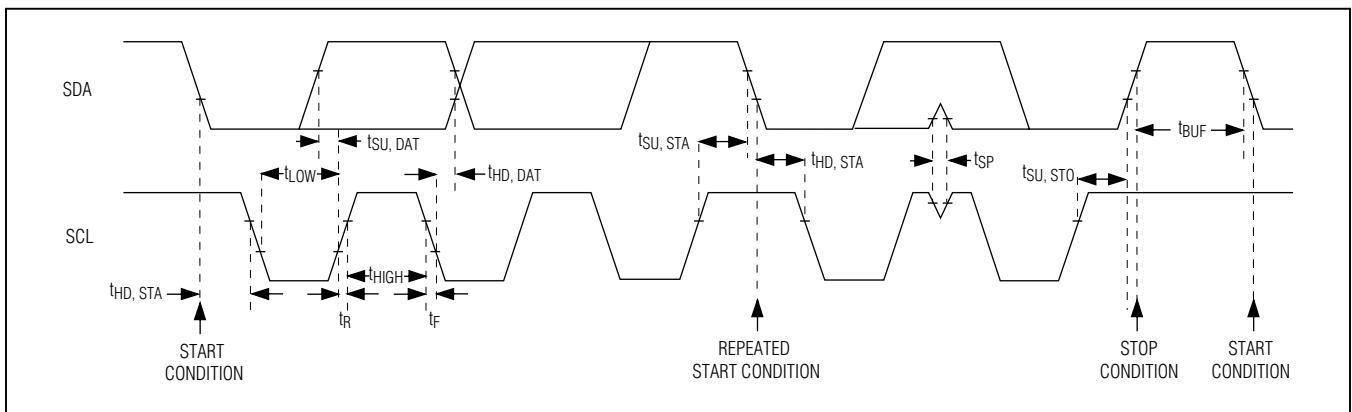

図3. 2線式インタフェースのタイミング図
これらのデバイスは、シリアルデータライン(SDA)とシリアルクロックライン(SCL)で構成されるI²C/SMBus™対応の2線式シリアルインタフェースを備えています。SDAとSCLによって、デバイスとマスターの間で最高400kHzのクロック速度の通信を容易に行うことができます。図3に、2線式インタフェースのタイミング図を示します。マスターがSCLを生成してバス上のデータ転送を開始します。マスターデバイスは、適切なスレーブアドレスの後に続けてレジスタアドレスを送信して、さらにデータワードを送信することによって、デバイスへのデータ書き込みを行います。個々の送信シーケンスは、START (S)またはRepeated START (Sr)条件およびSTOP (P)条件によって区切られます。このデバイスに送信される個々のワードは8ビット長で、その後にアクノリッジクロックパルスが続きます。マスターがICからデータを読み取る場合は、適切なスレーブアドレスの後に続けて9個のSCLパルスを送信します。デバイスは、マスターが生成するSCLパルスに同期してSDA上でデータを送信します。マスターはデータの各バイトについて受信のアクノリッジを行います。個々の読取りシーケンスは、STARTまたはRepeated START条件、非アクノリッジ(NACK)、およびSTOP条件で区切られます。SDAは、入力およびオープンドレイン出力の両方として動作します。SDAバスにはプルアップ抵抗(通常は500Ω以上)が必要です。